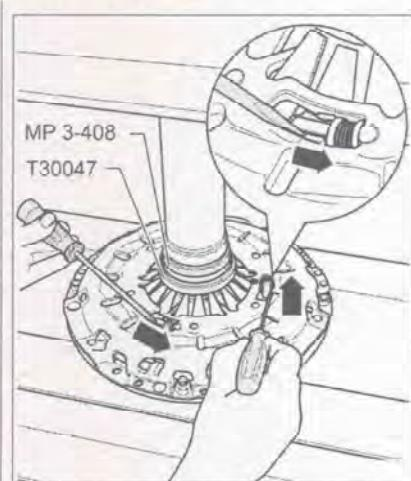

Рис. 7.330. Двумя отвертками равномерно поворачивайте регулировочное кольцо в направлении стрелок до упора.
7. Двумя отвертками равномерно поворачивайте регулировочное кольцо в направлении стрелок до упора (рис. 7.330).